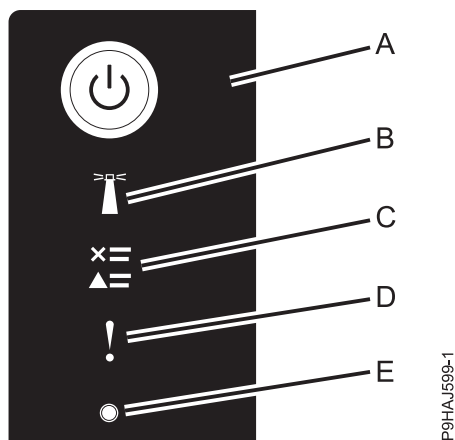

Abbildung 10. Anzeigen der Steuerkonsole
- Die Betriebsanzeige (A) (siehe folgende Abbildung) blinkt.
3. Drücken Sie den Netzschalter (A) auf der Steuerkonsole (siehe Abb. 10).